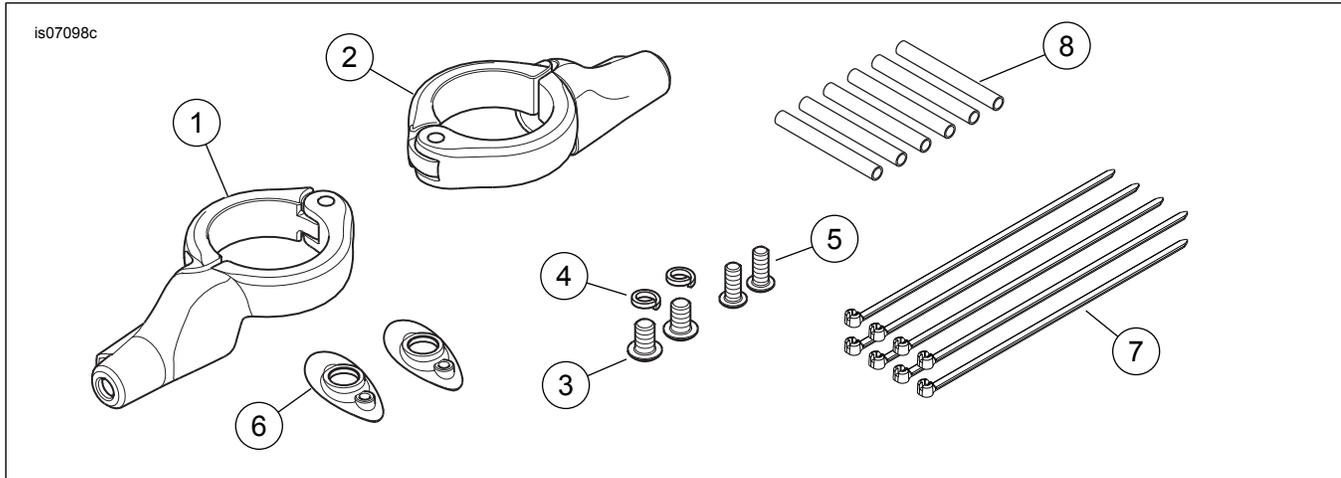

Abbildung 3. Ersatzteile: Blinkerverlegung vorn
Siehe Abbildung 3 und Tabelle 1.
8. Siehe Abbildung 3. Das 51 mm (20 in) lange Stück Schrumpfschlauch (doppelwandig) (8) neben dem Blinkergehäuse über Kabelkanal und Kabel schieben.